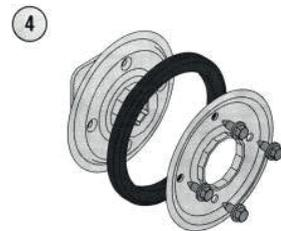

Рисунок 39
1) Открутите четыре винта, которые соединяют между собой боковые крышки фрикционного колеса. Рис. 39.